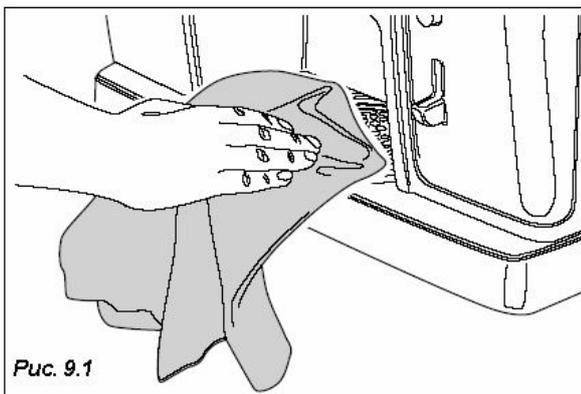

Рис. 9.1
- Очистите все видимые участки в раздаточных зонах (Рис.9.1 и 9.2) выньте и тщательно промойте: